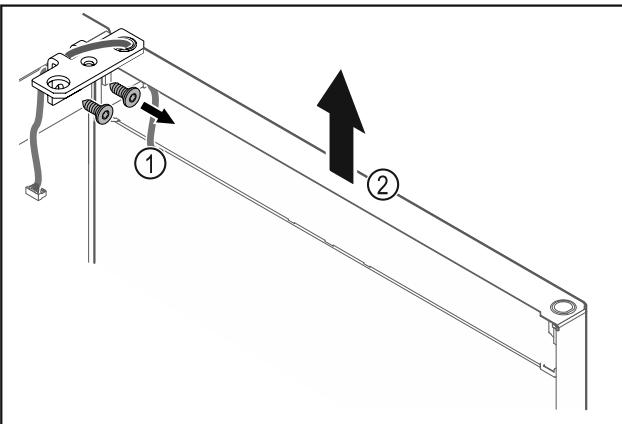

Fig. 22
- Odvornite kutne šarke Fig. 22 (1).
- Dignite vrata s kutnim šarkama Fig. 22 (2) cca 200 mm ravno prema gore i skinite ih.